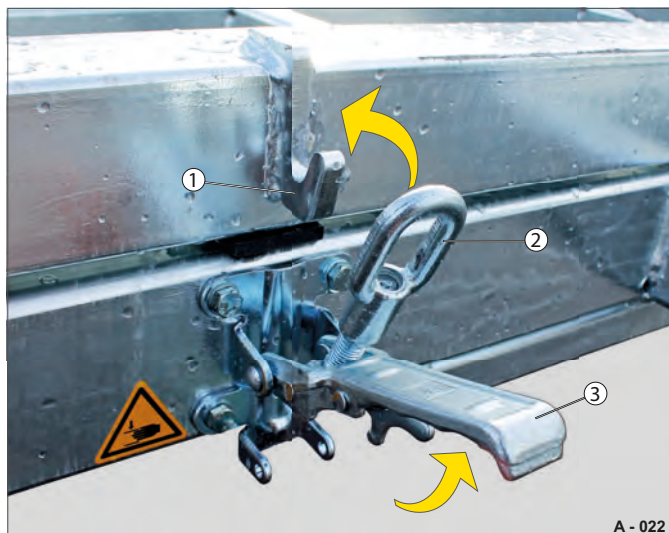

Fig. 13 Excenterlukning låst op
- ▶ Løft lukkehåndtaget (Fig. 13 /3).
- ▶ Sæt øjet (Fig. 13 /2) på krogen (Fig. 13 /1).